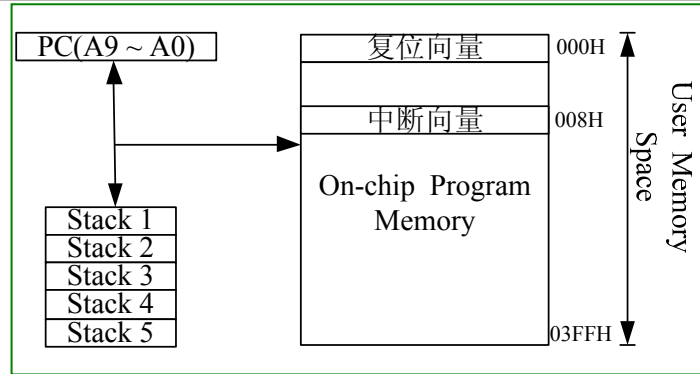

图 6.1 程序计数器结构
- PCL 和硬件堆栈有 10 位宽，其结构如图 6.1 所示